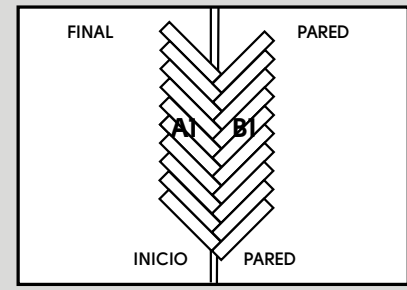

Fig. 6
7. Continúe instalando los tabloncillos sin cortarlos, trabajando en direcciones opuestas. Verifique que los tabloncillos instalados estén rectos sobre las líneas. (Fig. 6). Cuidadosamente golpee los tabloncillos para unirlos uniformemente en el piso y que encajen con su sistema de bloqueo 5G®.